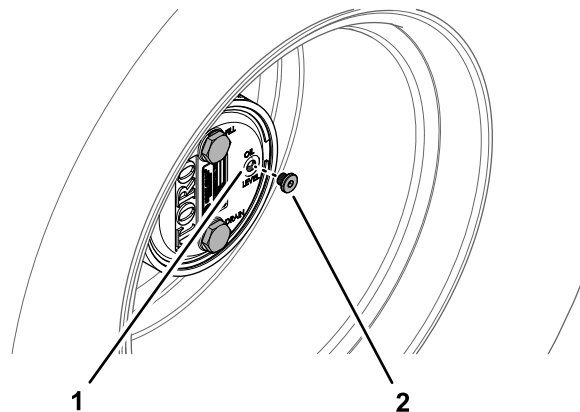

Figure 74
2. Retirez le bouchon de contrôle à la position 3 heures (Figure 74).